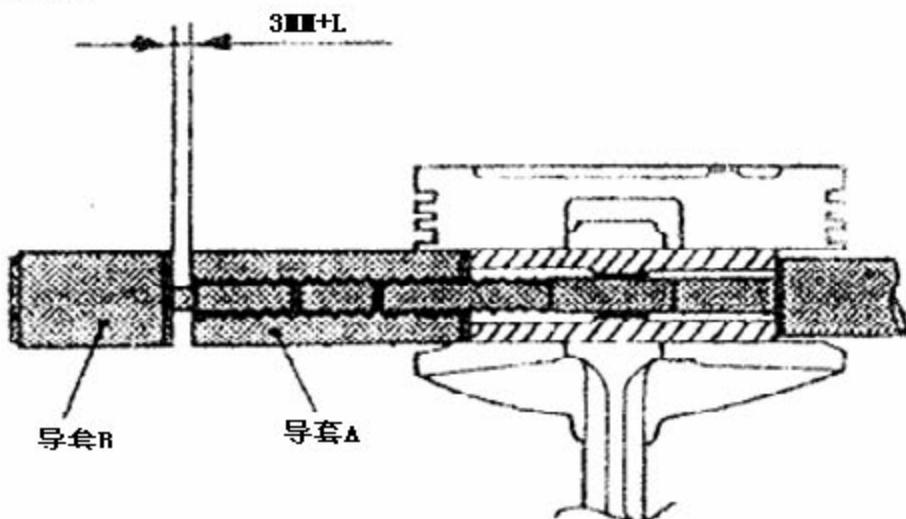

图 3-45
g).将导套 B 拧入导套 A。两个导套之间的间隙为 3mm 加第 2 步计算所得的 L 值(见图 3-45)